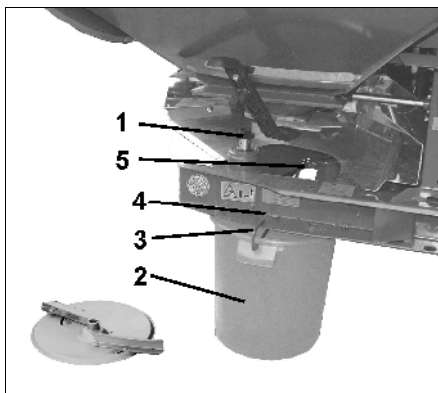

Fig. 34
- Vingemøtrikken (Fig. 34/1) der holder den venstre sprede tallerken skrues ud og tallerkenen afmonteres.
- Indsånings spanden (Fig. 34/2) monteres ved hjælp af bøjlen (Fig. 34/3 og sættes i det beslag (Fig. 34/4 og Fig. 34/5) del sættes fast i rammen.